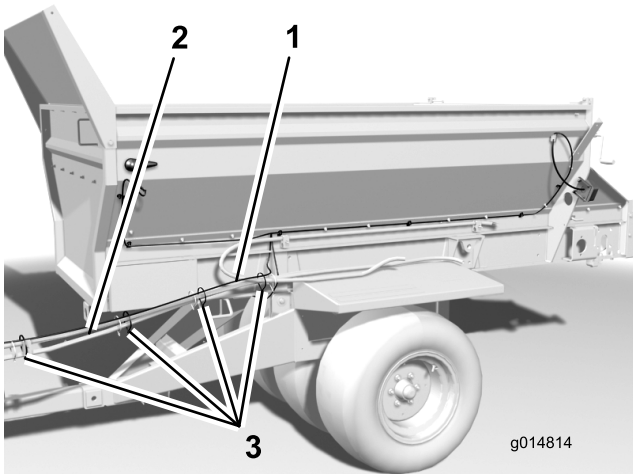

Figura 8
13. Fissate il cablaggio preassemblato ai tubi idraulici che vanno verso il trattorino per mezzo di fascette per cavi (Figura 8).